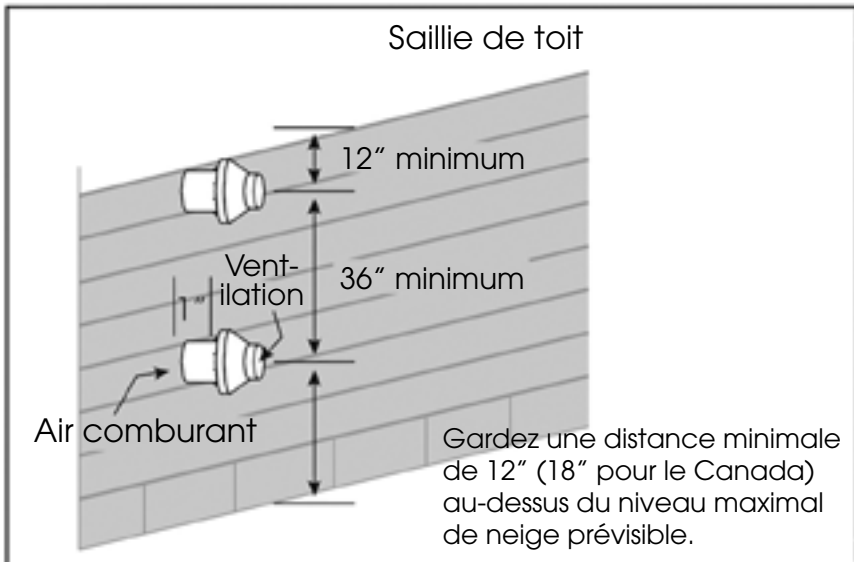

Figure 4: Terminaison murale latérale pour plusieurs ventilations concentriques (Verticale)
- Référez-vous aux figures 4 et 6 pour l'installation de multiples ventilations concentriques.
- Respectez les dimensions de distance comme l'illustrent la figure 4, 5, 6 et 7. Vérifiez la norme CSA B149.1 pour plus de détails sur les distances requises au-dessus du niveau de neige habituel.